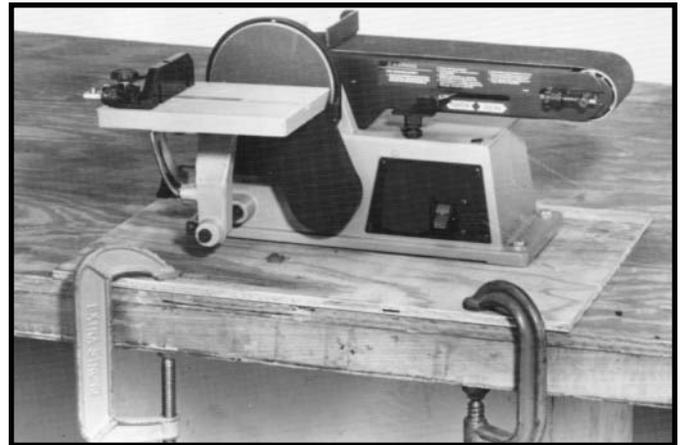

Fig. 18
4. Fixez bien le panneau de fixation avec 2 serre-joints ou plus au support ou à l'établi comme l'illustre la figure 18.